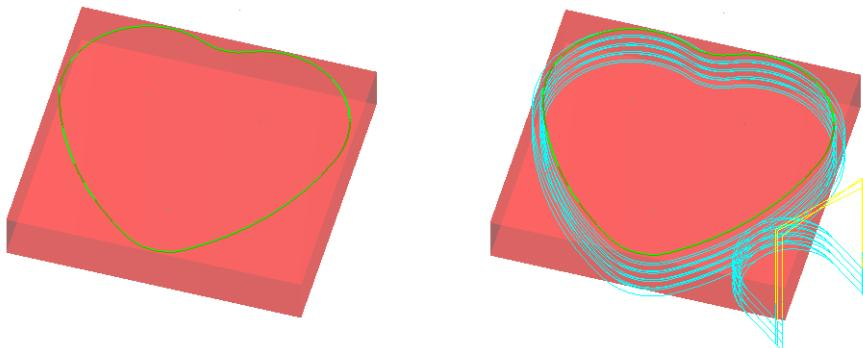

图 9-124 外形铣削
4. 通过对如图 9-124 所示的二维图形进行外形铣削加工，创建刀具路径。